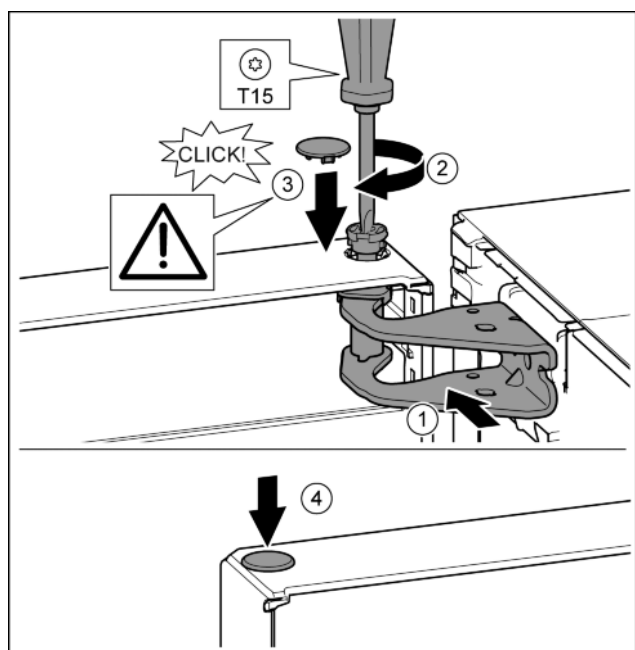

Fig. 24
- ▶ Дверь сверху выровнять по отверстию в опорном кронштейне. Fig. 24 (1)
- ▶ Вставить палец и затянуть отверткой T15. Fig. 24 (2)
- ▶ Установить предохранительную крышку для защиты двери: вставить предохранительную крышку и проверить, прилегает ли она к двери. В ином случае вставить палец полностью. Fig. 24 (3)
- ▶ Вставить заглушку. Fig. 24 (4)